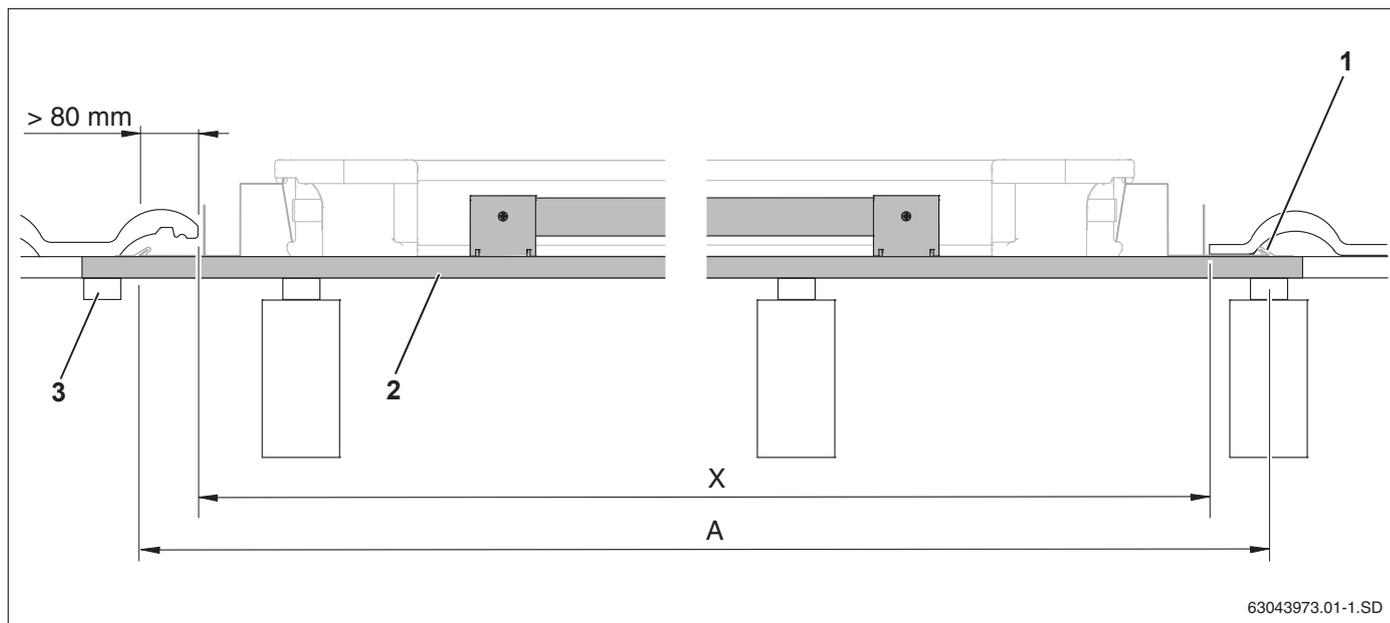
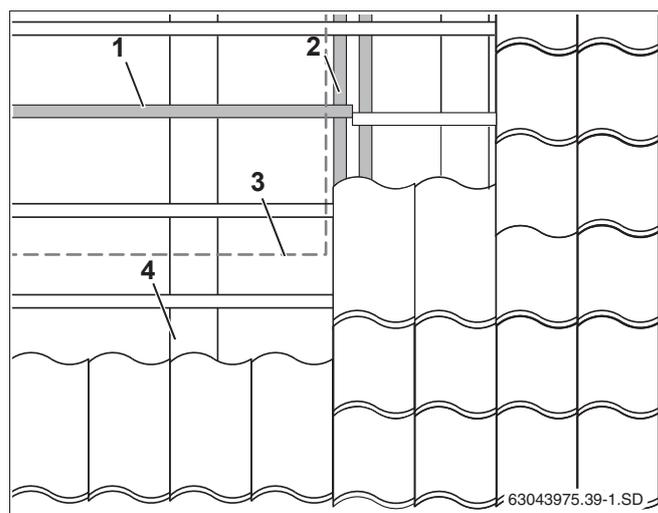

Рис. 9 Длина дополнительной обрешетки (здесь: первая рейка обрешетки внизу с креплением от сползания)
Рис. 13 Смещение обрешетки в области коллекторов
Минимальная длина дополнительной обрешетки (рис. 9, поз. 2) соответствует ширине поля коллекторов (таб. 5, стр. 14, размер А) плюс примерно 10 см для боковых прижимов (рис. 9, поз. 1).
- Закрепите стыки обрешетки на стропилах или прочно соедините с имеющейся обрешеткой крыши (рис. 9, поз. 3 и рис. 13, поз. 2).
Если понадобится установить дополнительную обрешетку (рис. 13, **поз. 1**) в зоне уже существующей, то нужно существующую обрешетку сместить в зоне поля коллектора (рис. 13, **поз. 3**) и прочно закрепить (рис. 13, **поз. 2**).